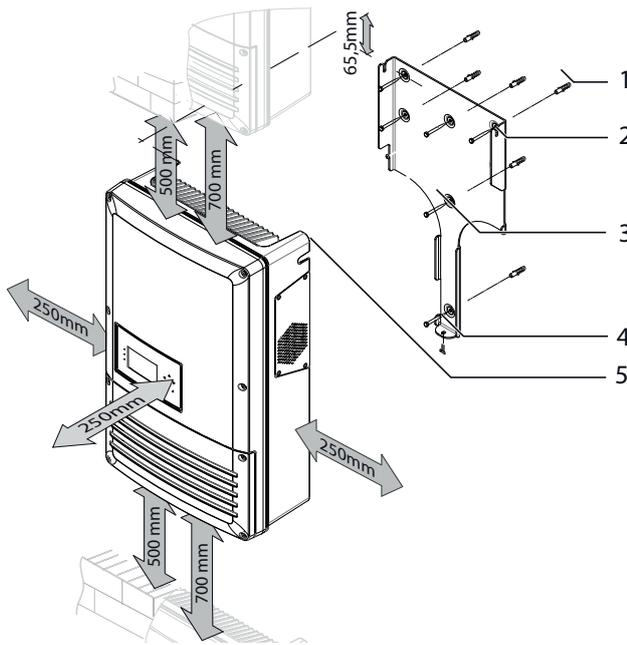

Bild 10: Mindestabstände/Wandhalterung
- Mindestabstände bei der Montage: siehe Bild 10 auf Seite 15.